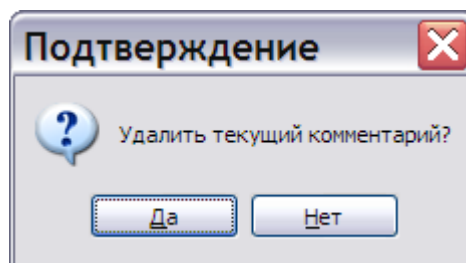

Рис. 81
1. В окне **Примечания** выделите примечание и нажмите на кнопку **Удалить** на панели инструментов окна. После этого появится запрос на подтверждение удаления (Рис. 81).